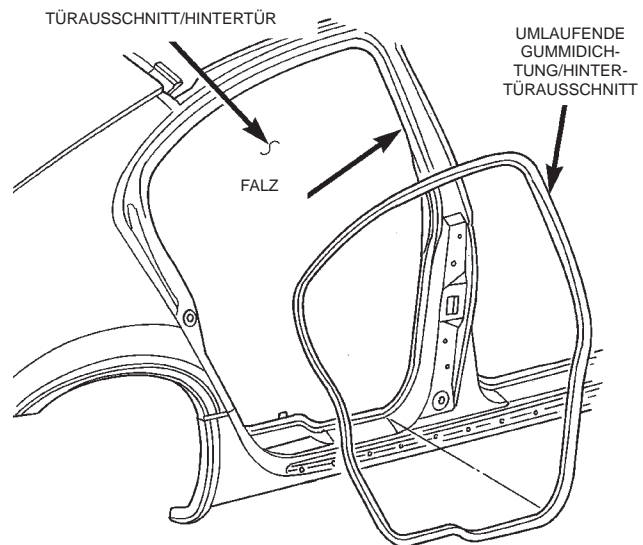

Abb. 75 Umlaufende Gummidichtung/
(1) Hintertür öffnen.
(2) Abdeckplatte/Schweller lösen.
(3) Umlaufende Gummidichtung der Türöffnung vom Falz des Türausschnitts abziehen (Abb. 75).